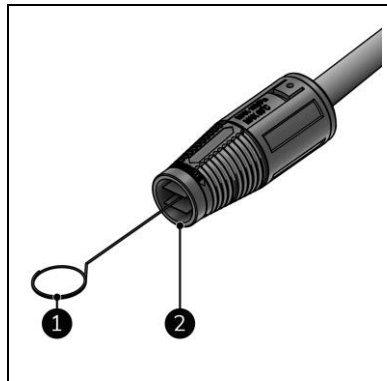

Abbildung 23
3. Entfernen Sie die Düse (Abbildung 23, Pos. 2) von der Strahlpistole (Abbildung 6, Pos. 7).
4. Reinigen Sie die Düse mit dem Reinigungsstift (Abbildung 23, Pos. 1).